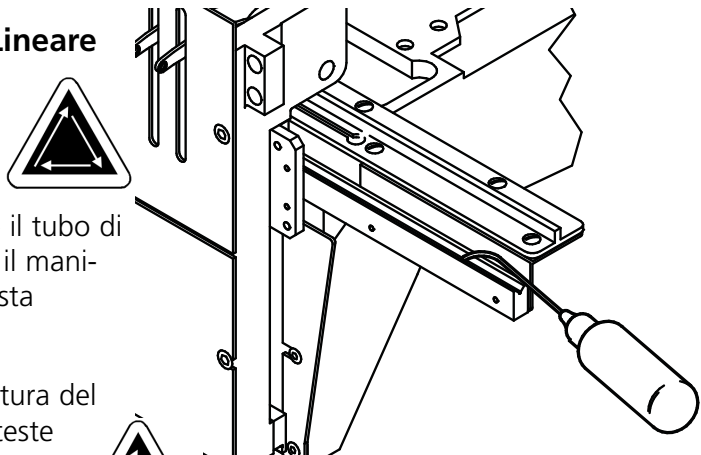

Figura 5-7
2. Figura 5-7 mostra la scanalatura del supporto con i quadri tolti. Introducete il tubo di lubrificazione attraverso l'apertura con il manico rosso per ottenere accesso a questa scanalatura.